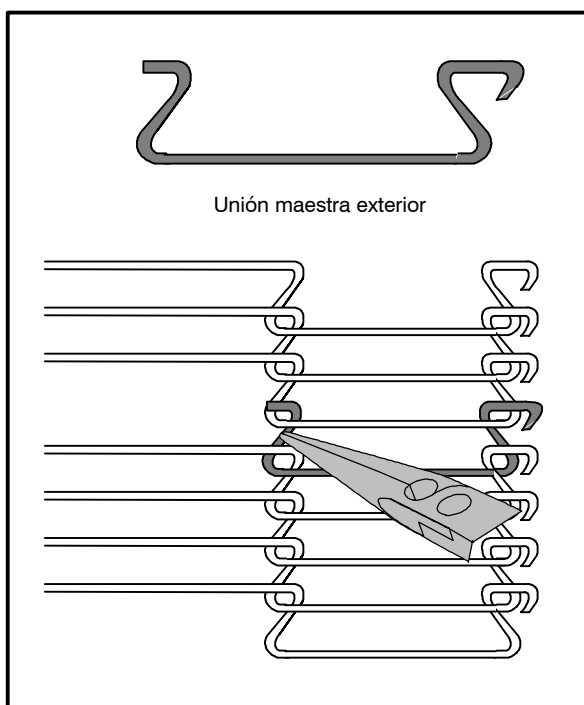

Figura 13
7. Instale las uniones maestras exteriores de unión, que terminan de conectar los dos extremos de la banda. Véase la Figura 13.